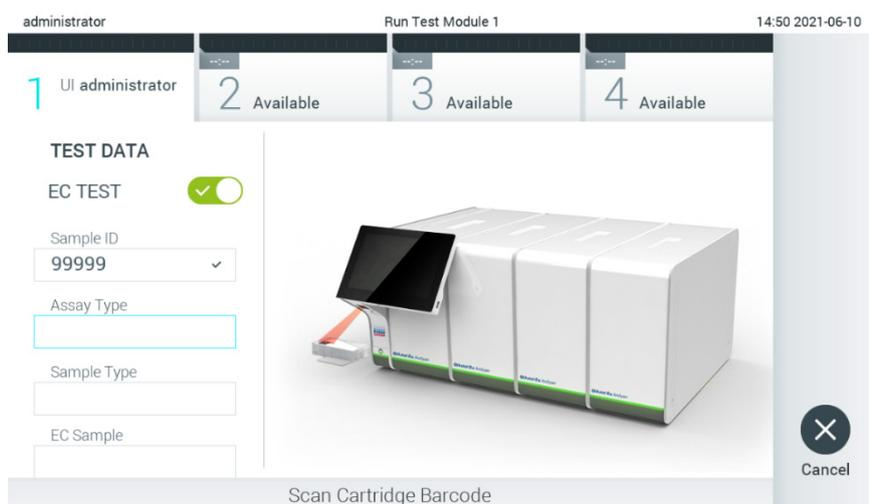

Figura 90. Scansione del codice a barre della cartuccia d'esame QIAstat-Dx.
4. Quando richiesto, eseguire la scansione del codice a barre della cartuccia d'esame QIAstat-Dx da utilizzare. Il QIAstat-Dx Analyzer 1.0 riconosce automaticamente l'esame da eseguire in base al codice a barre della cartuccia d'esame QIAstat-Dx (Figura 90)